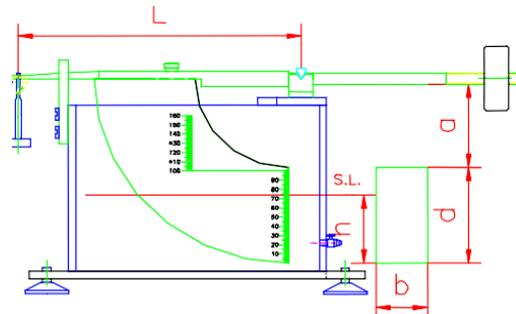

Figura 17
2. Medir y tomar nota de las cotas designadas por a , L , d y b ; estas últimas correspondientes a la superficie plana situada al extremo del cuadrante (ver **Figura 17**). No olvide este paso para una mayor exactitud de las medidas.